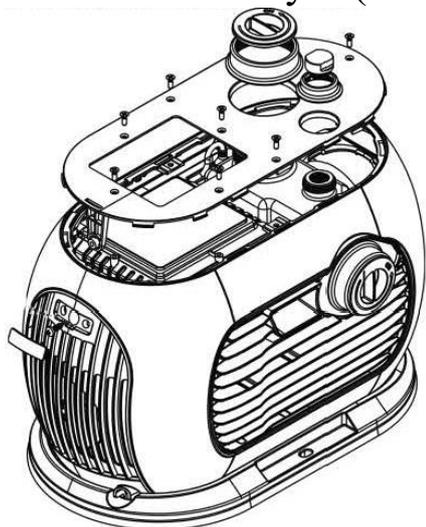

Рисунок 7
1. Извлеките панельку с логотипом на задней пластине кожуха, с помощью отвертки (не входит в комплект поставки) открутите 7 винтов с верхней части кожуха и снимите верхнюю часть кожуха (смотрите рисунок 7 ниже).